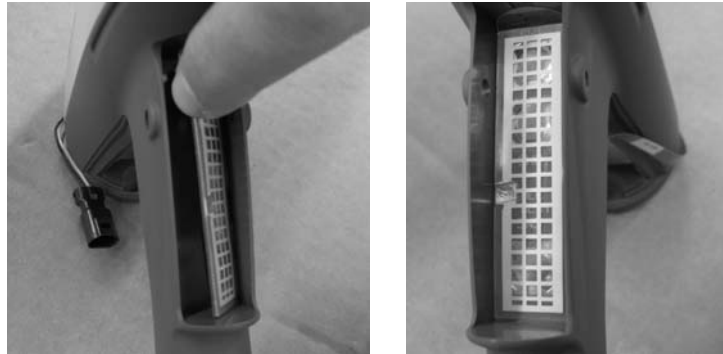

Figura 6-12 Installazione dell'interruttore del grilletto – Punto 4
4. Vedi figura 6-12. Togliere il rivestimento protettivo adesivo dall'interruttore.